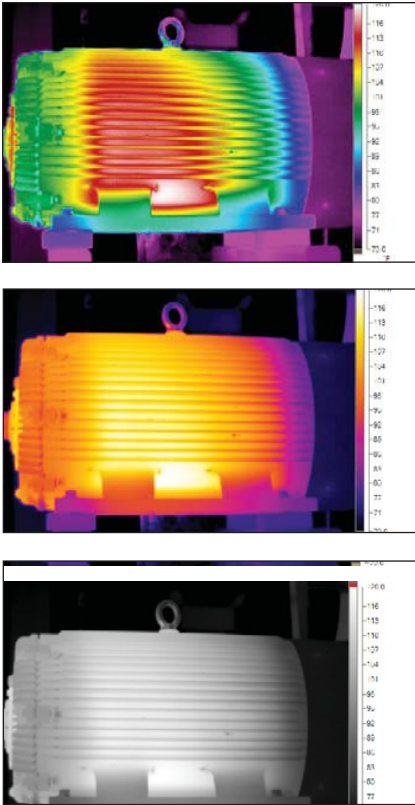

Figure 8
**Palettes de couleur de l'image :** Un imageur devrait posséder au moins trois palettes : Contraste-élevé, Monochrome et Teintes de gris (Figure 8). Plusieurs thermographistes préfèrent les palettes de gris ou monochrome (teintes de quelques couleurs) car elles sont plus faciles pour le focus. La palette de gris et monochrome sont préférées par les gens qui souffrent de daltonisme. La palette contraste-élevé est utilisée pour plusieurs applications en mécanique (ex : bouilloires et fournaies) ou les situations demandant de définir des délimitations claires (ex : niveaux dans les réservoirs ou blocages dans les conduits). Les palettes de couleur peuvent être changées dans l'imageur ou dans le logiciel d'analyse des thermogrammes.